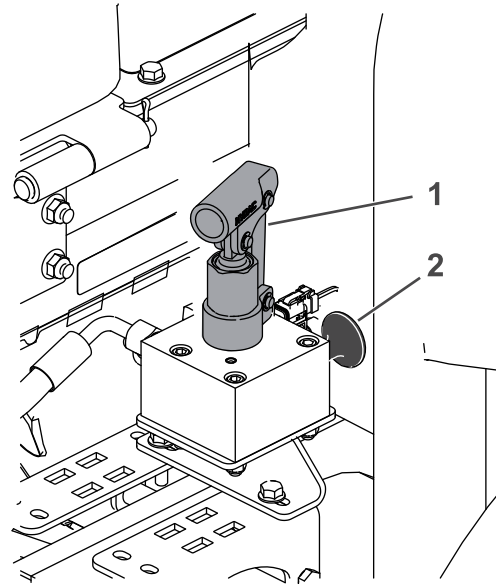

Figura 68
4. Individuate la posizione del collettore di rilascio del freno vicino alla ruota anteriore destra e dietro al serbatoio idraulico (Figura 68).